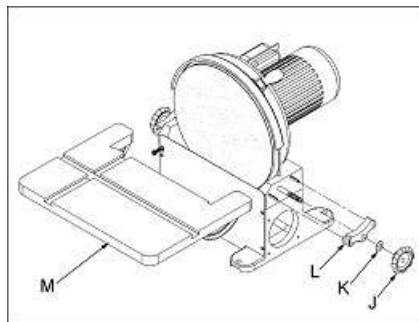

Рис. 7
Снимите зажимные рукоятки (J, рис. 7), шайбы (K), поворотные сегменты (C) и шлифовальный стол (M).